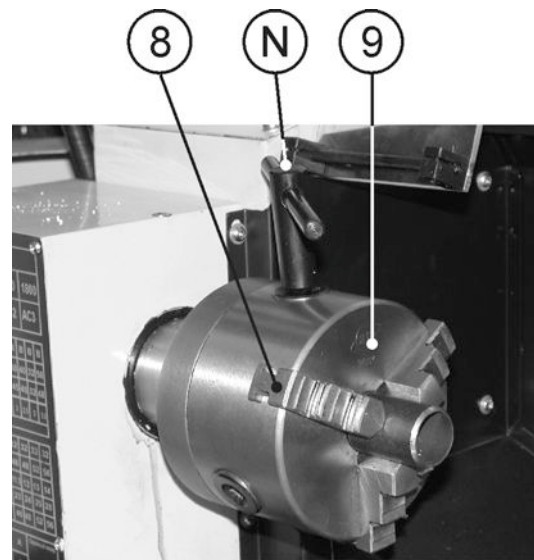

Рис.9
10.1.4. При помощи Т-образного ключа патрона (N) раздвиньте кулачки (8) трёхкулачкового самоцентрирующегося патрона (9), вставьте заготовку и при помощи Т-образного ключа патрона (N) зажмите заготовку в трёхкулачковом самоцентрирующемся патроне (9). Извлеките Т-образный ключ патрона (N) из гнезда трёхкулачкового самоцентрирующегося патрона (9), Рис. 9.
10.1.5. Для замены кулачков (8) вставьте Т-образный ключ (N) в трёхкулачковый самоцентрирующийся патрон (9). Вращая Т-образный ключ (N) против часовой стрелки, полностью разожмите кулачки (8) трёхкулачкового самоцентрирующегося патрона (9). После этого кулачки (8) можно извлечь, соблюдая очередность. Для установки кулачков (8) сохраняйте последовательность в обратном порядке, соблюдая очередность кулачков (8), Рис. 9.